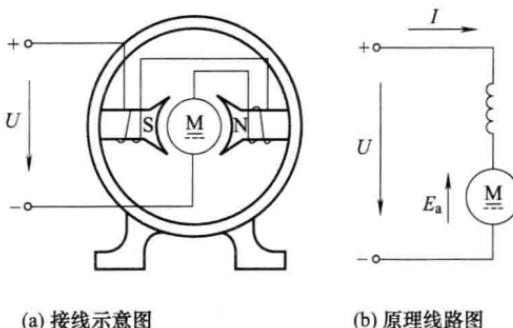

图 1-6 串励直流电动机
b. 串励直流电动机 串励直流电动机的电枢绕组和励磁绕组串联，如图 1-6 所示。它的特点是励磁绕组匝数较少、导线截面较大、电阻较小、励磁绕组上的电压降很小、励磁电流和电枢电流相等。